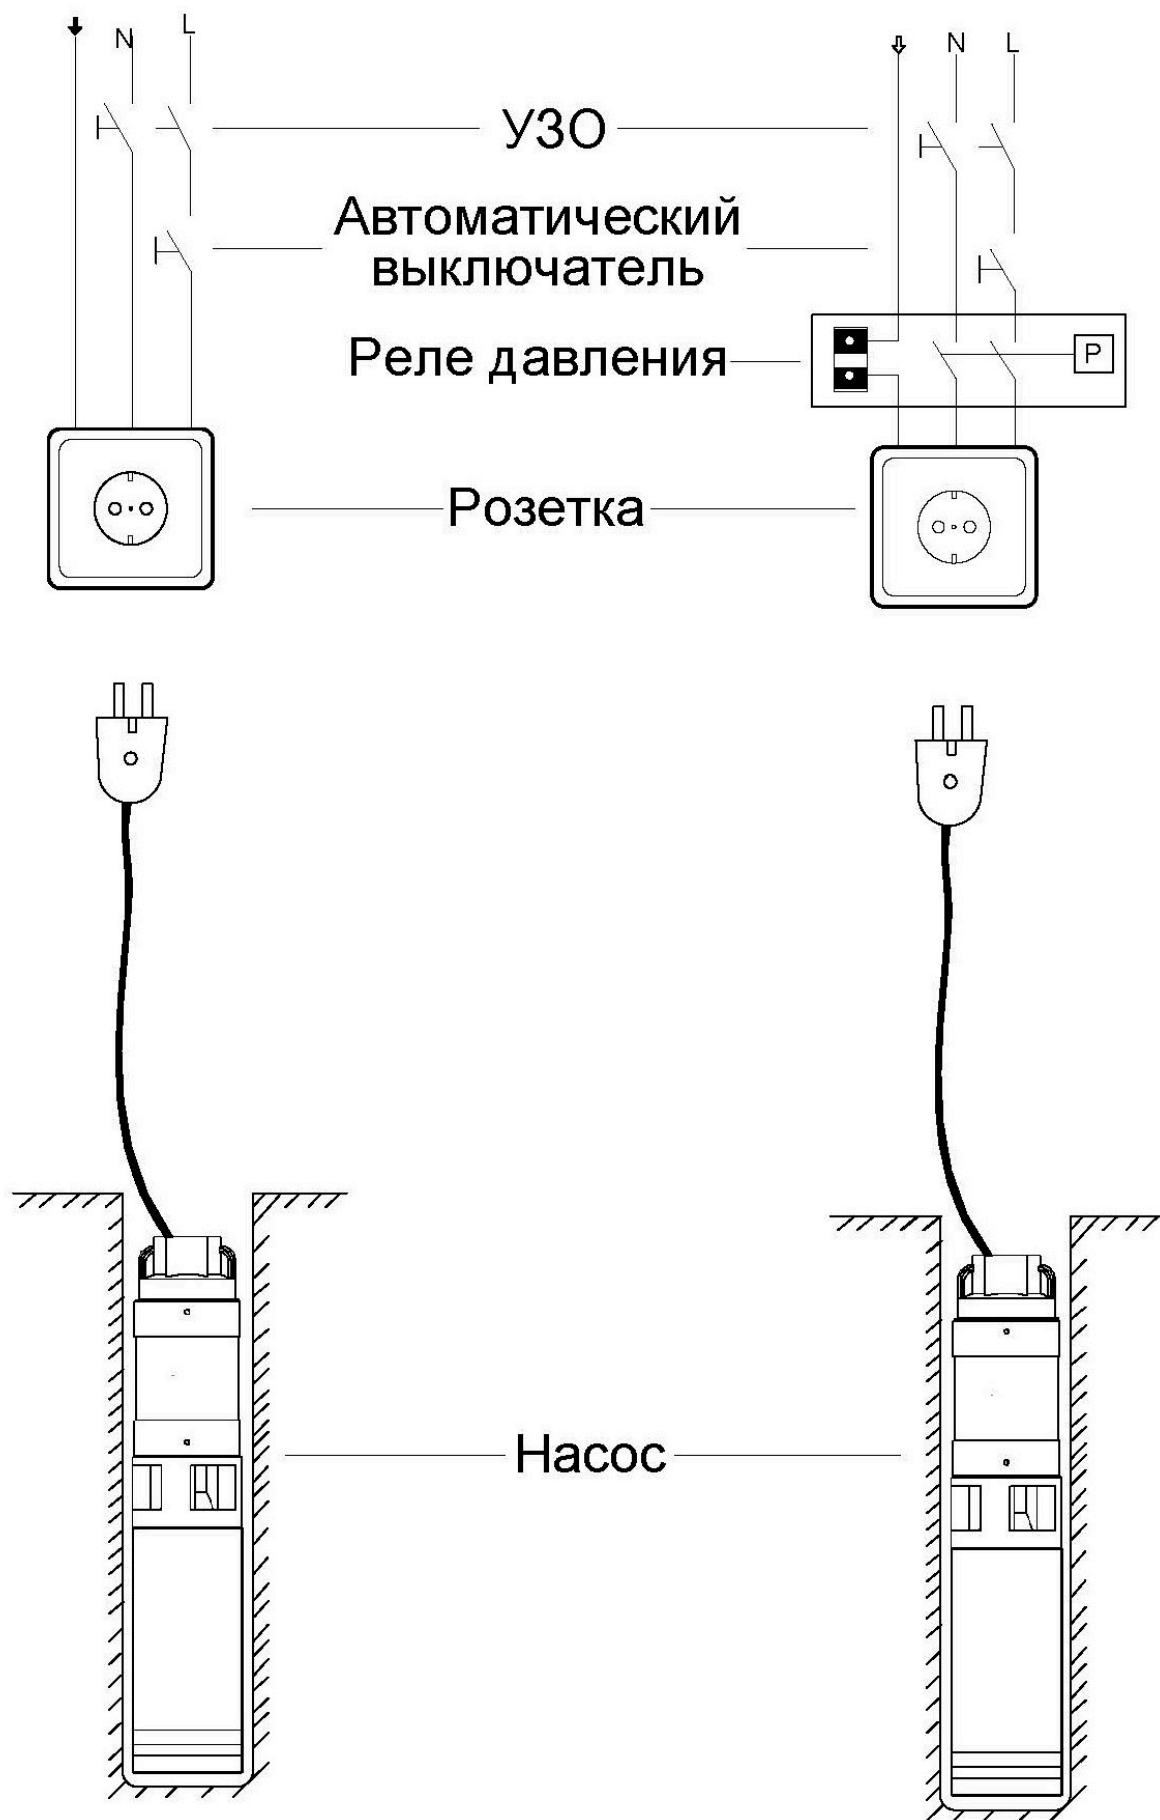

Рис. 2
5.5. Электронасос включается в розетку от распределительного щитка, имеющую заземляющий контакт, с использованием в цепи автоматического выключателя и УЗО, либо дифференциального автомата. При использовании гидроаккумулятора электронасос подключается к реле давления, как показано на рис. 2. Выбор номиналов автоматического выключателя, УЗО или дифференциального автомата осуществляется по таблице 2.